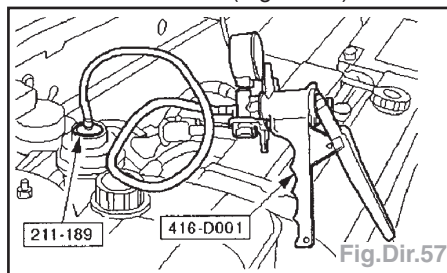

Fig.Dir.57
- A l'aide des outils spéciaux, appliquer une dépression de 84 à 101 kPa pendant 30 secondes (Fig.Dir.57).
- A l'aide des outils spéciaux, purger le système (Fig.Dir.57) :